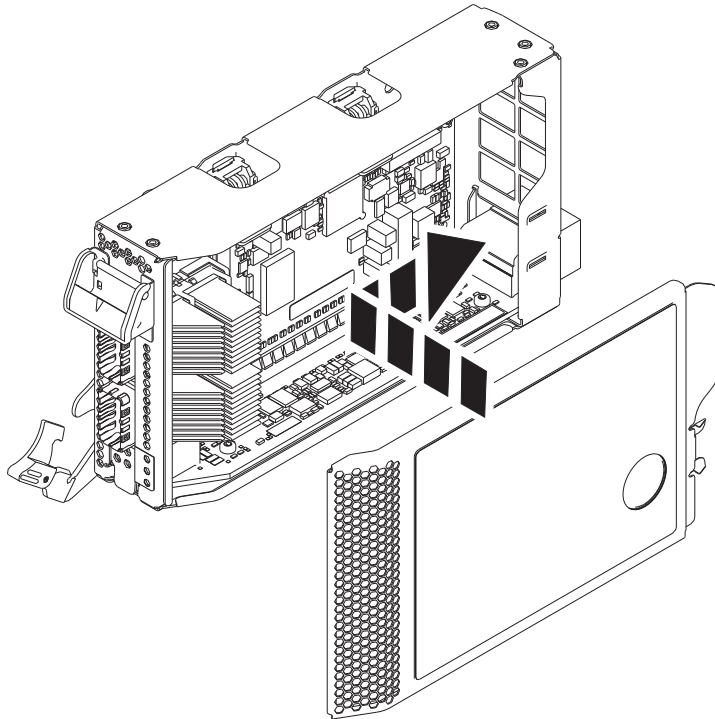

Figura 32. Sustitución de la cubierta de la casete de adaptador PCIe
- a. Alinee y deslice la cubierta de la casete hasta su posición en la casete, como se muestra en la Figura 32.